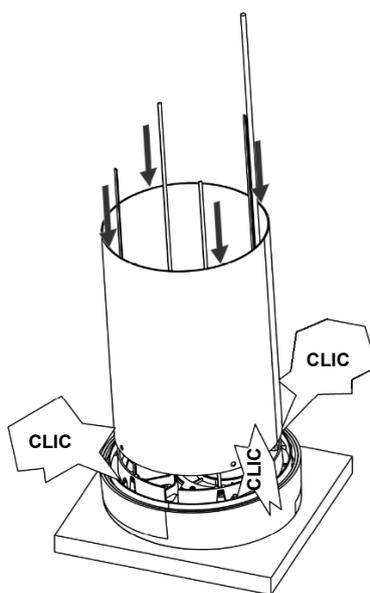

Figure 11 - Préparation du chapeau de ventilation (tube de $\varnothing 250$ mm)
3. Saisissez le tube de $\varnothing 250$ mm (4) avec les trous vers le bas et guidez-le à l'extérieur des bandes et du câble vers l'intérieur du chapeau. Faites tourner le tube de manière à positionner les trous en face des encoches du chapeau et enclenchez le tube (voir Figure 11 ci-dessous).